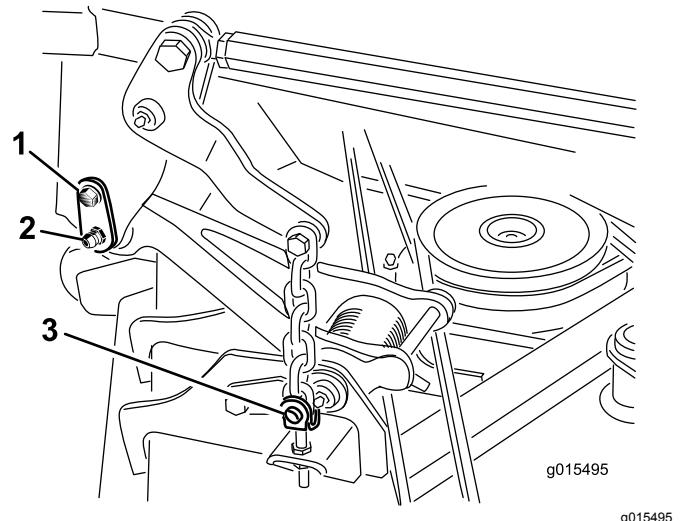

Figura 1
- Retire el tornillo de cuello largo que sujet a el pasador de retención al bastidor de tiro (Figura 1).
8. Retire los 4 pasadores de anilla y las chavetas que sujetan las cadenas de elevación de la carcasa a las horquillas de ajuste de la carcasa de corte (Figura 1).